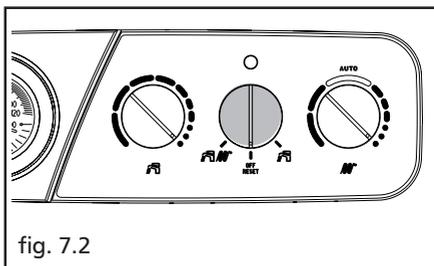

fig. 7.2
Per riattivare il funzionamento posizionare il selettore di funzione su off-reset (fig. 7.2) e riportarlo quindi nella posizione desiderata: estate o inverno (fig. 7.3).
- Posizionare il selettore di funzione su off-reset (fig. 7.2) e riportarlo quindi nella posizione desiderata: estate o inverno (fig. 7.3).